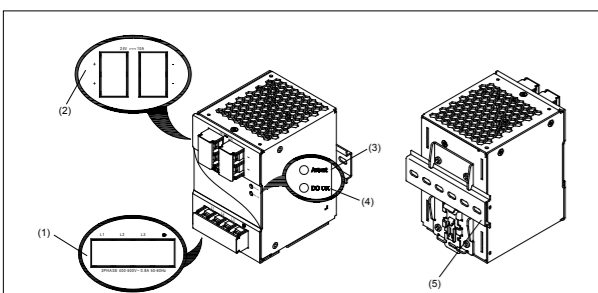
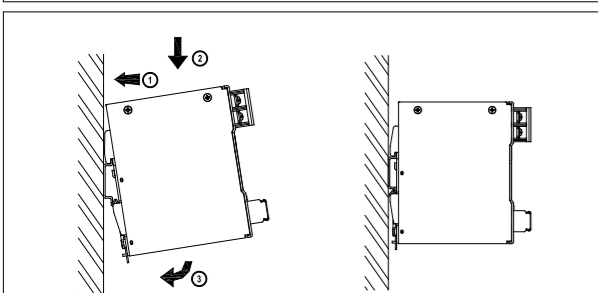
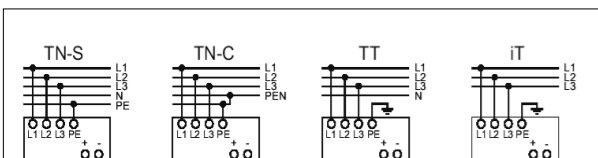

Figure 1
Figure 2
Figure 5
2. Device description (Fig. 1)
3. Mounting (Fig. 2)
Snap on the DIN rail as shown in Fig. 2:
5.1. Input connection (Fig. 1, Fig. 5)
Use L1, L2, L3 and PE connections of input terminal connector (see Fig. 5) to establish the 3 x 400-500Vac connection. Fig. 5 shows the connection to the various network types.
5.2. Output connection (Fig. 1 (2))
Use the "+" and "-" screw connections to establish the 24Vdc connection. The output provides 24Vdc. The output voltage can be adjusted from 22 to 28Vdc on the potentiometer. The green LED DC OK displays correct function of the output (fig. 1 (4)). The device has a short circuit and overload protection and an over voltage protection limited to 35Vdc.
- Description de l'appareil (Fig. 1)**
- Potentiomètre de réglage de tension continue (CC)
- Montage (Fig. 2)**
Encliquez le sur le rail DIN comme indiqué à la fig. 2:
- 1.1. Raccordement d'entrée (Fig. 1, Fig. 5)**
Utilisez les bornes L1, L2, L3 et PE (voir Fig. 5) pour raccorder en 3 x 400-500Vca. Le raccordement aux divers types de réseau est représenté à la Fig. 5. En cas de défaillance de phase, l'appareil peut fonctionner en régime non dégradé à capacité nominale. L'appareil est équipé d'un fusible interne. Il est recommandé d'utiliser un disjoncteur de 6A, 10A ou 16A comme protection redondante du fusible.
- 2. Raccordement de sortie (Fig. 1 (2))**
Utilisez les bornes à vis « + » et « - » pour relier au 24Vcc. La sortie délivre un courant en 24Vcc. La tension de sortie peut être réglée entre 22 et 28Vcc à l'aide du potentiomètre. Le voyant DEL OK vert indique le bon fonctionnement de la sortie (Fig. 1 (4)). L'appareil est équipé d'une protection de court-circuit et contre les surcharges, ainsi que d'une protection contre les surtensions réglée à 35Vcc.